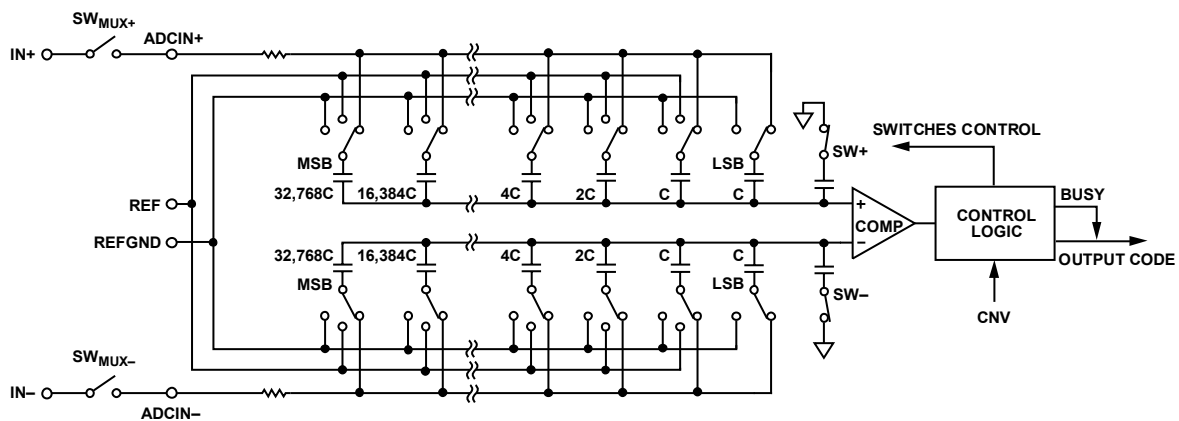
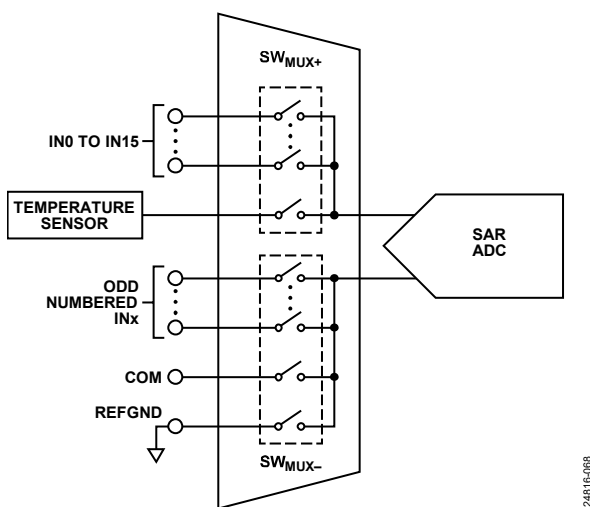
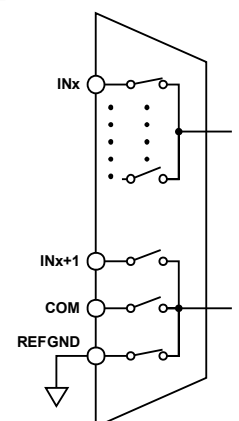

図 61. ADC の簡略化した回路図
図 65. マルチプレクサの簡略化した回路図
図 66. チャンネル設定オプション A
AD4695/AD4696 には SAR ベースの ADC コアがあり、電荷再分配方式の D/A コンバータ (DAC) を使用して印加された入力電圧を出力コードに量子化します。図 61 に AD4695/AD4696 SAR ADC コアの簡略化した回路図を示します。
アナログ入力と温度センサーは、図 61 において SWMUX+ および SWMUX- と表記された内蔵の低クロストーク・マルチプレクサを介して、コンデンサ・アレイ入力 (ADCIN+ および ADCIN-) に接続されます。マルチプレクサ・スイッチは、内部チャンネル・シーケンシング・ロジックで制御され、変換ごとに更新されます (マルチプレクサのセクションとチャンネル・シーケンシング・モードのセクションを参照)。
低クロストークのアナログ・マルチプレクサが、アナログ入力ピンから ADC コア入力に信号を配信します。アナログ入力のインピーダンスは、ピン容量 ( $C_{PIN}$ ) と、 $R_{IN}$  および  $C_{DAC}$  を直列接続して形成された回路を並列に組み合わせたものとしてモデル化されています。 $R_{IN}$  は、ADC 入力の直列抵抗とマルチプレクサのスイッチ抵抗を表し、代表値は 240 $\Omega$  です。 $C_{DAC}$  は、図 61 に示す ADC サンプリング容量性 DAC を表し、代表値は 60pF です。
AD4695/AD4696 には、柔軟性の高い低クロストークのアナログ・マルチプレクサがあり、16 のアナログ入力と内部温度センサーから選択し、それらを 16 ビットの擬似差動 SAR ADC コアの入力に接続できます。図 65 に、内部マルチプレクサの簡略化した回路図を示します。図 61 と図 65 の  $SW_{MUX+}$  スイッチおよび  $SW_{MUX-}$  スイッチは、選択したチャンネルを ADC 入力（図 61 に  $ADCIN+$  および  $ADCIN-$  と表示）に接続するマルチプレクサ・スイッチを表します。 $SW_{MUX+}$  および  $SW_{MUX-}$  はブレークビフォアメークで、内部チャンネル・シーケンシング・ロジックで制御されます（チャンネル・シーケンシング・モードのセクションを参照）。
このマルチプレクサによって、柔軟なアナログ入力チャンネル設定が可能となります。 $SW_{MUX-}$  の位置はユーザ設定可能で、図 65 に示すどのピンにも割り当てることができます（チャンネル設定オプションのセクションを参照）。
チャンネル構成の設定には、ピン・ペアリング割当てや信号極性モードなどがあります。ピン・ペアリング・オプションは、 $SW_{MUX-}$  のポジションを  $SW_{MUX+}$  のポジションごとに割り当て、どの信号を SAR ADC コアの負側（図 61 の  $ADCIN-$ ）に伝送するかを決定します。信号極性モードは、 $ADCIN-$  の電圧範囲を設定します。図 66 に、異なるチャンネル設定オプションでのピン・ペアリングと電圧範囲を示します。
- 図 66、 $IN0 \sim IN15$  が  $REFNGND$  とペアリング
温度センサーが選択されている場合、マルチプレクサの  $\text{SW}_{\text{MUX}+}$  スイッチ (図 65 を参照) が温度センサー出力を選択し、 $\text{SW}_{\text{MUX}-}$  スイッチが  $\text{REF}_{\text{GND}}$  を選択します。そして、SAR ADC コアが  $V_{TEMP}$  をサンプリングして対応する出力コードを生成します。温度センサーの A/D 変換では、 $\text{OSR} = 1$  のユニポーラ・モードで設定されたアナログ入力と同じ伝達関数が使用されます (伝達関数のセクションを参照)。